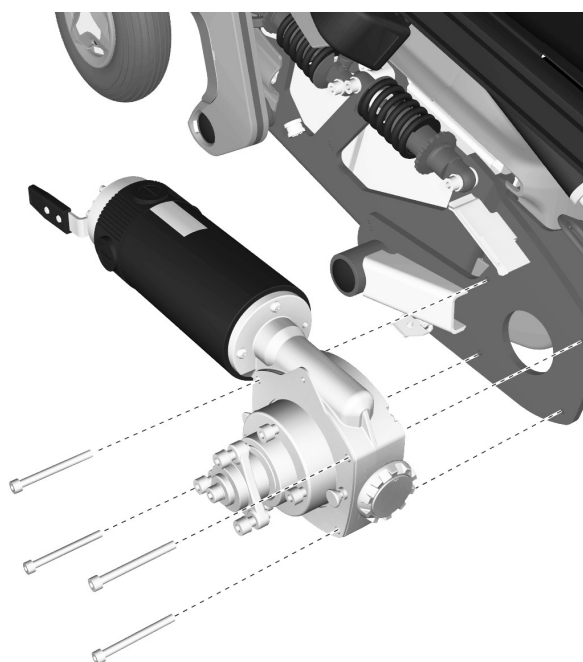

Abbildung 52. Montage/Demontage der Antriebsmotoren.
8. Antriebsmotor demontieren. Er ist mit vier Schrauben befestigt. Siehe Abbildung. 52.